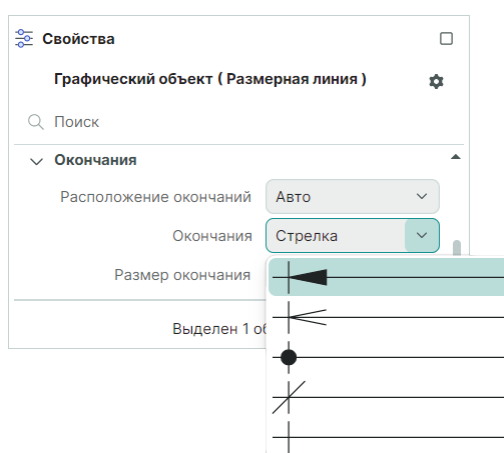

Рис. 258 Выбор типа окончания
- Пункт «Окончания» – выпадающий список с выбором типа окончаний (стрелка, стрелка-линия, точка, засечка и без окончания), см. Рис. 258;